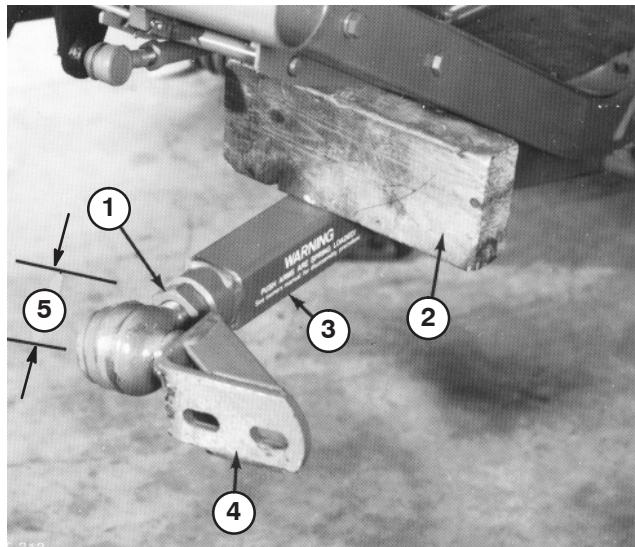

**Bild 19**
2. Drehen Sie das Kugelgelenk in den rechten Schubarm, bis die Mitte des Kugelgelenkes 60 mm von der Vorderseite des Schubarms entfernt ist (Bild 19). Ziehen Sie die Klemmutter nicht an.